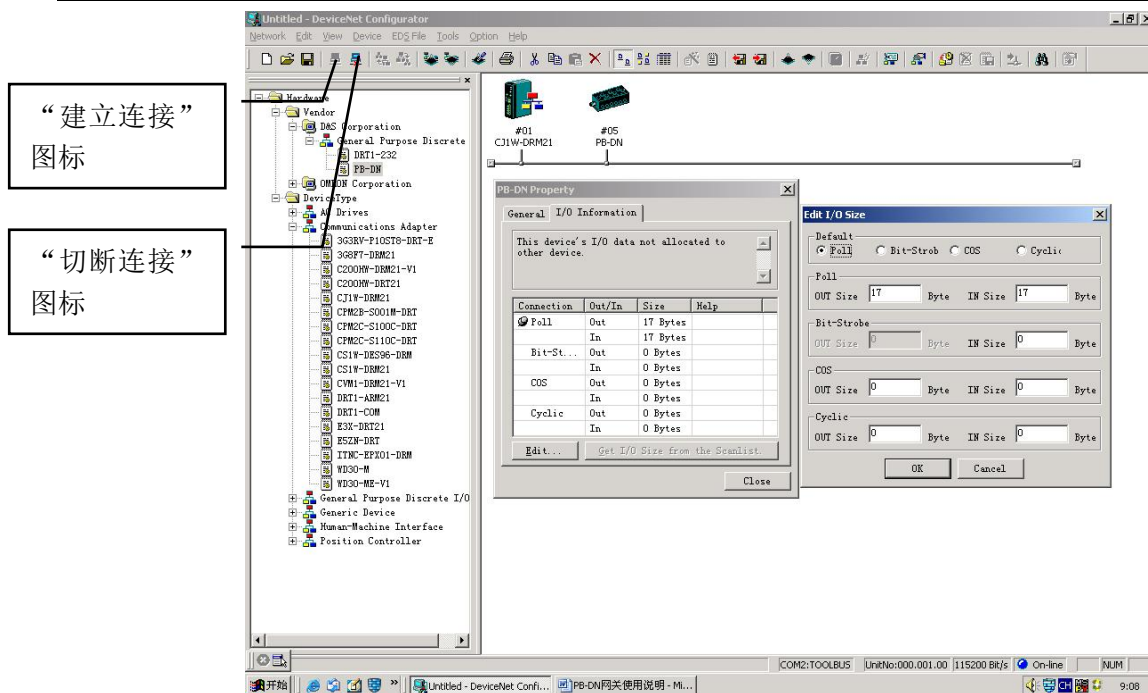
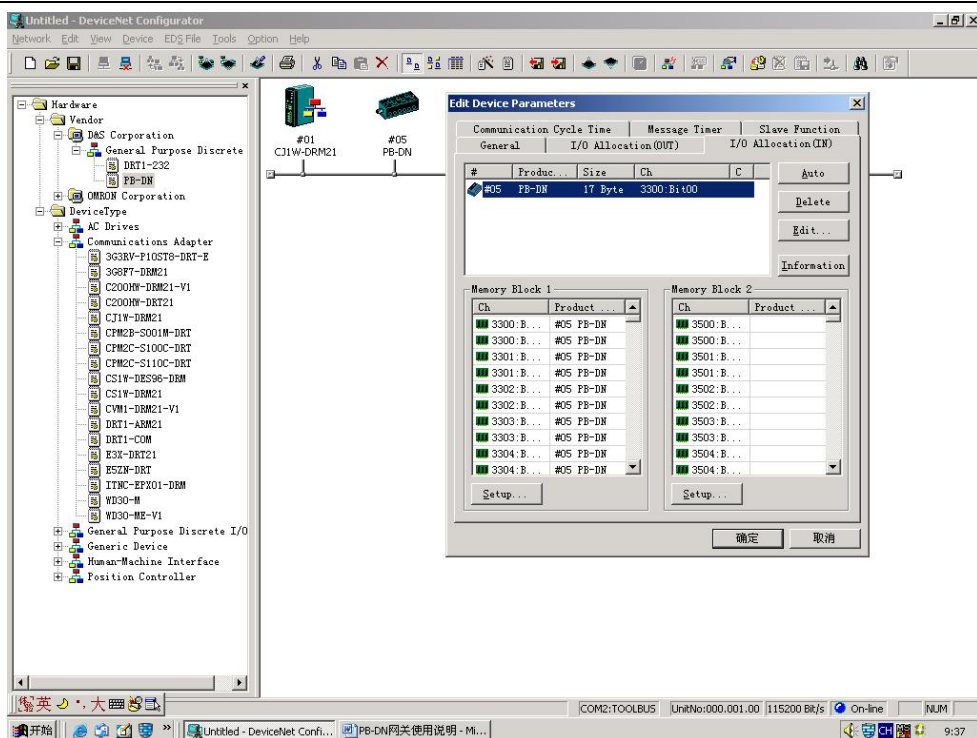

图 3-6 输入输出长度设置
图 3-8 PLC 中地址分配图
④ 点击 DeviceNet 组态软件中的“建立连接”图标，使 DeviceNet 组态软件处于在线状态，具体如图 3-6。
⑤ 分配数据存储地址。右键点击从站 PB-DN 的图标，选择 property->IO information->Edit，然后选择相应的 poll（轮询）即数据交换方式以及数据交换的数据长度，例子中 状态/控制字节+16 入 16 出=17 入 17 出，故配置了 17 入 17 出，具体如图 3-6 所示。
⑥ 将从站注册到主站中以后，主站会在 PLC 中自动分配数据地址。具体如图 3-8。由于例程中选用的是输入 17 个字节，输出 17 个字节，从图中可以看出在 IO Allocation (IN)中分配的地址是 3300---3308（以字为存储方式）。输出的分配和输入类似为 3200-3208。
⑦ 双击 DeviceNet 主站 CJW-DRM21,点击“Download”将注册后的 PB-DN 下载。
⑧ 下载完毕确定以后，将 DeviceNet 组态软件“连接切断”，具体如图 3-6，即将 DeviceNet 组态软件处于离线状态，以便于切换到 CX-Programmer PLC 编程软件进行梯形图编程（DeviceNet configurator 和 CX-Programmer PLC 编程软件切换的原因是两个软件不能同时使用同一串口）。
② 在梯形图的编程过程中，只需应用图 3-6 中所分配的地址就行，例如图 3-8 中按 17 字入和 17 字出进行分配，由于每个地址可存放 2 个字节的数据，所以 17 字输入地址对应了 3300—3308，17 字输出对应了 3200-3208。应用时只需引用相应的地址就行。如果定义 coil1 的地址为 3302.00，则其对应的是 3302 这个地址的第一个状态；如果定义 coil2 的地址为 3303.01，则其对应的是 3303 这个地址的第二个状态。同时 3300.00---3300.07 是用于输入控制命令，而 3200.00---3200.07 用于输出状态显示。